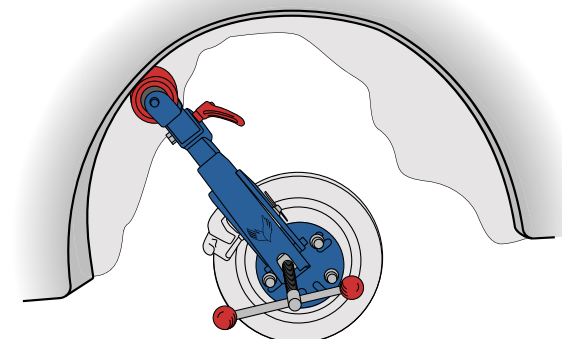

рис.7
⑥ Закрепите инструмент на ступице автомобиля через алюминиевые шайбы, используя оригинальный крепеж автомобильного колеса (см. примечание в п.4.) (рис.7).